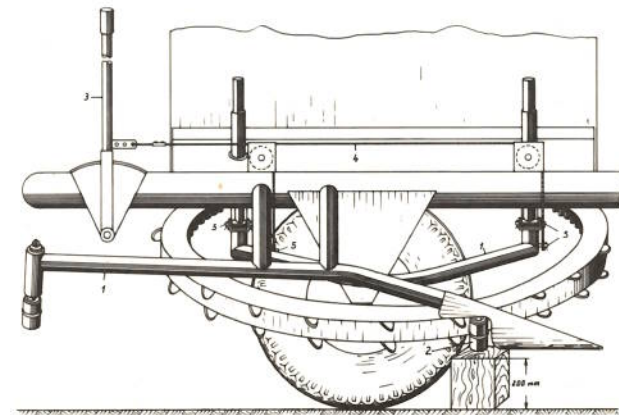

Abb. 13
- Der Ziehrahmen 1 muß, wie in Abb. 13 gezeigt wird, an der vorderen Umlenkrolle 2 ca. 200 mm unterb ockt werden. Der Höhenverstellhebel 3 nimmt hierbei etwa die in Abb. 13 angegebene Stellung ein. Damit die Aufhängeseile 4 entspannt werden, wird der Hebel weiter nach vorn gestellt.
Vor der Ernte von Stoppelrüben ist der große Blattheber zu demontieren und die kleine Blattheberspitze (Abb. 13) anzubringen.